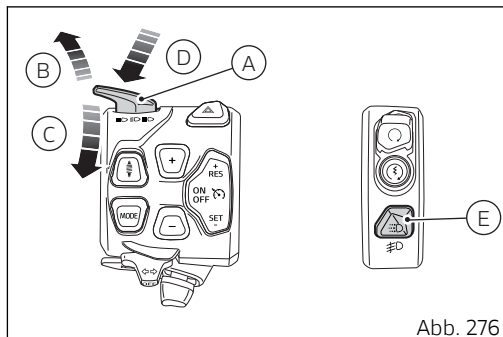

Abb. 276
(E, Abb. 276) deaktiviert und das Beleuchtungsmanagement wechselt auf manuell. Bei erneutem Drücken der Taste (E, Abb. 276) wird die DRL-Beleuchtung mit auf Manuell geschalteter Steuerstrategie wieder aktiviert. In diesem Fall wird die DRL-Beleuchtung beim nächsten Einschalten des Cockpits erneut auf den Modus Auto gesetzt.
Zum Aus- oder Einschalten der DRL-Beleuchtung muss die Taste (E, Abb. 276) betätigt werden.
- bei vorhandener DRL-Beleuchtung, die Taste (E, Abb. 276) lange gedrückt halten;
- bei vorhandener DRL-Beleuchtung, die Taste (E, Abb. 276) drücken.